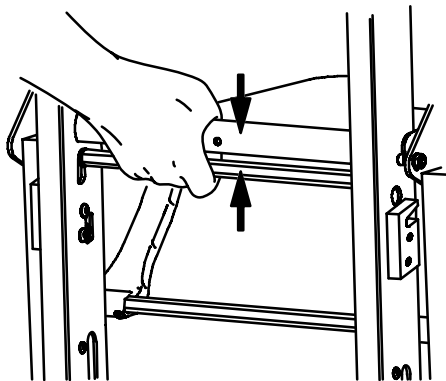

Figura 8 – Barra roja de liberación de la oruga
4. Operador del extremo de la cabeza: Apriete la barra roja de liberación de la oruga contra el tubo cruzado negro (Figura 8). Deje de sujetar la barra de liberación y tire a la fuerza del sistema **Stair-TREAD** hasta la posición totalmente extendida, hasta que ambos lados se bloqueen de forma segura. Asegúrese siempre de que ambos lados del sistema **Stair-TREAD** estén bloqueados tratando de volver a plegarlos hacia arriba.